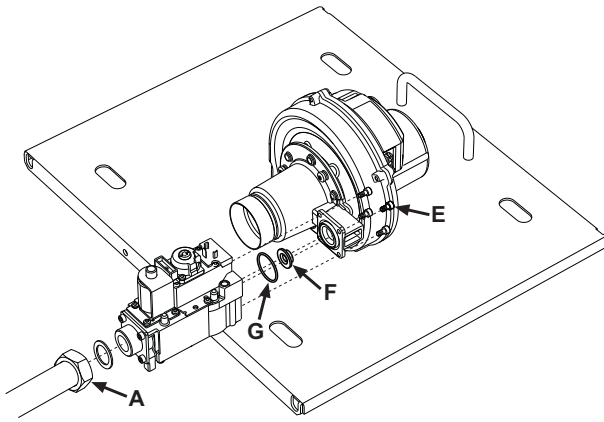
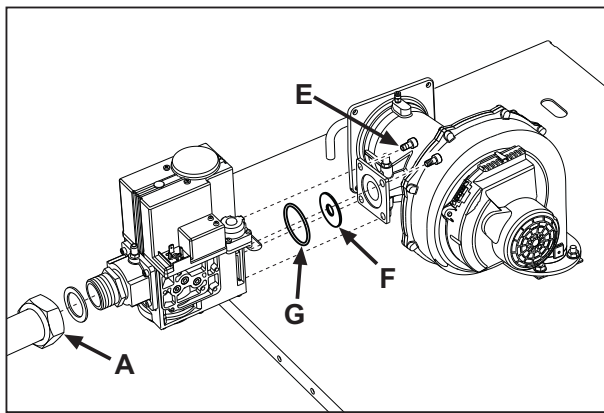
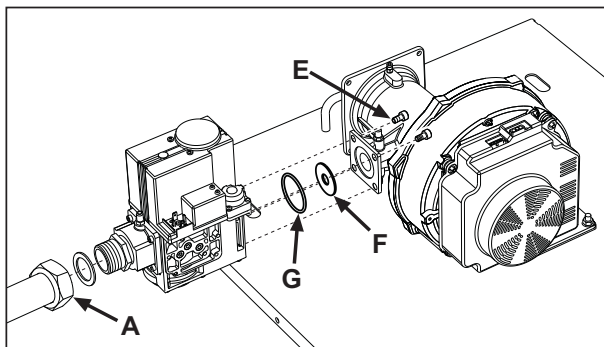

рис. 36 - Модель QUADRIFOGLIO 125
рис. 37 - Модель QUADRIFOGLIO 220
рис. 38 - Модель QUADRIFOGLIO 320
4. Открутите крепежное кольцо "А" газового клапана (см. рис. 36, рис. 37 и рис. 38 для различных моделей).